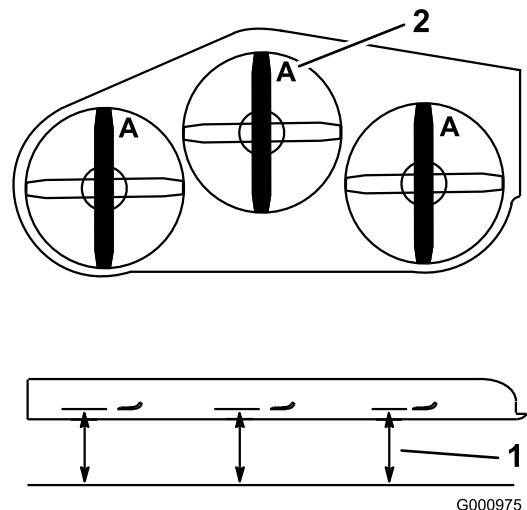

Figura 74
2. Mida desde una superficie nivelada hasta el filo de corte, posición **A**, de las cuchillas (Figura 74).